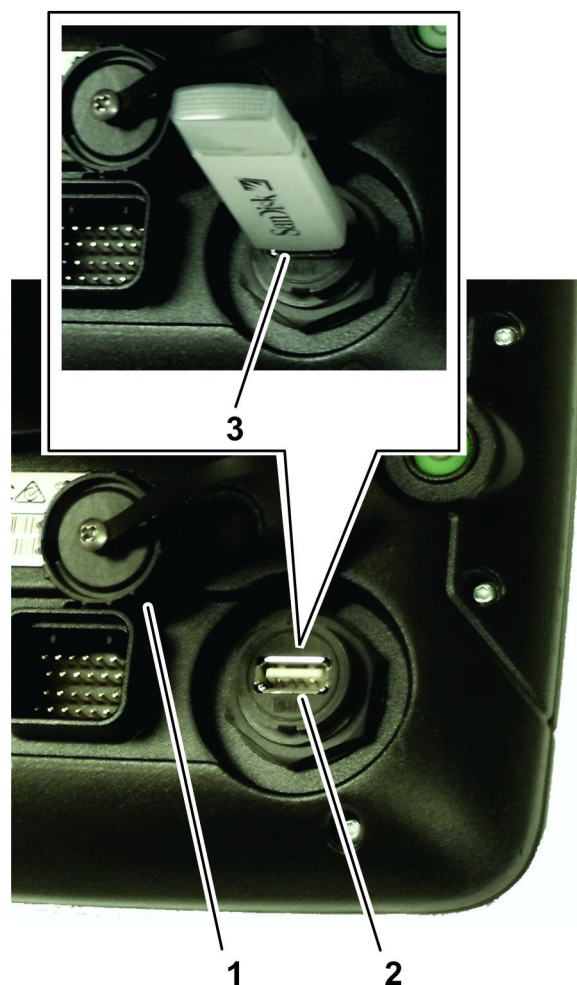

Figure 31
- Retirez l'obturateur du port USB situé sous le bouton d'alimentation (Figure 31).
- Insérez un périphérique de stockage USB dans le port USB (Figure 31).